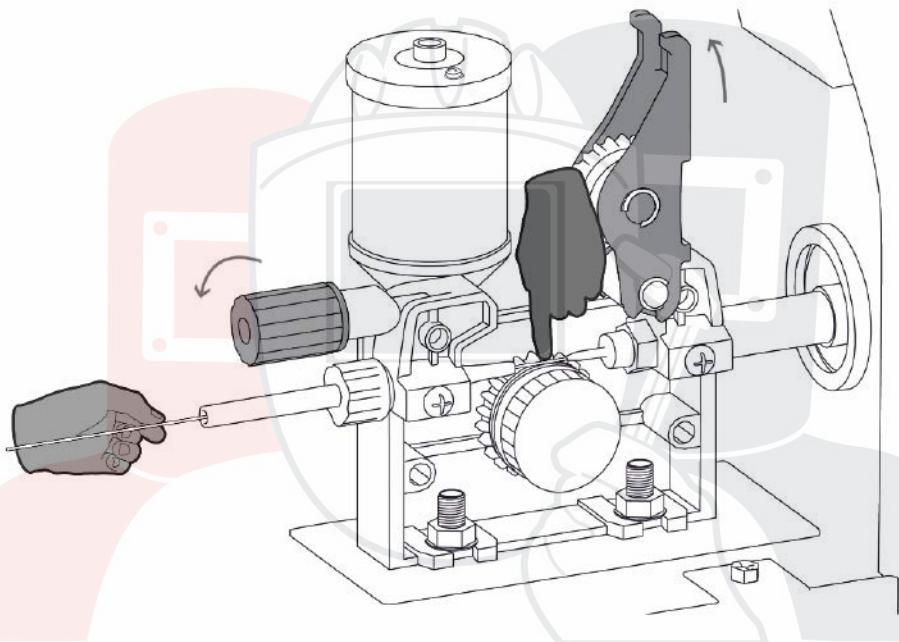

Рис. 8.5.4. Подготовка сварочной проволоки.
4. Перед заправкой сварочной проволоки в механизм подачи и направляющий канал горелки закруглите кончик проволоки для исключения прокола направляющего канала и повреждения коаксиального кабеля (см. рис. 8.5.4).